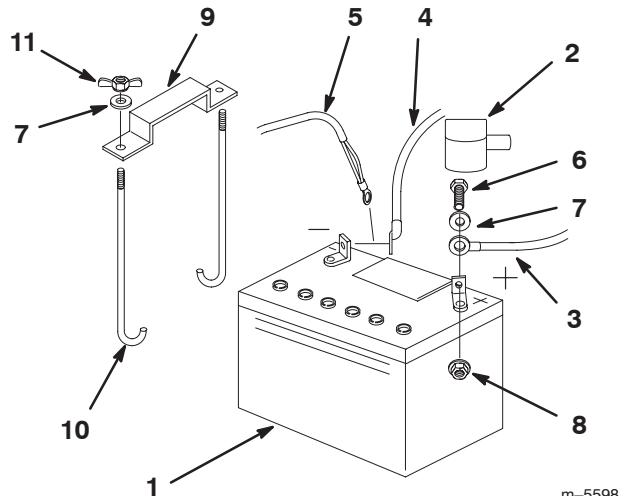

Figure 63
1. Placez la batterie dans son support en tournant les bornes vers le moteur (Fig. 63).
4. Fixez les câbles à l'aide de 2 boulons (1/4 x 3/4 pouce), 2 rondelles (1/4 pouce) et 2 contre-écrous (1/4 pouce) (Fig. 63).
6. Fixez la batterie en position avec des boulons en J, une barrette de maintien, 2 rondelles (1/4 pouce) et 2 écrous papillons (1/4 pouce) (Fig. 63).
4. Débranchez d'abord le câble négatif et le câble de masse de la borne négative (-) de la batterie (Fig. 63).
6. Débranchez le câble positif (rouge) de la batterie (Fig. 63).
7. Retirez les deux écrous papillons (1/4 pouce) qui fixent la barrette de maintien de la batterie (Fig. 63).